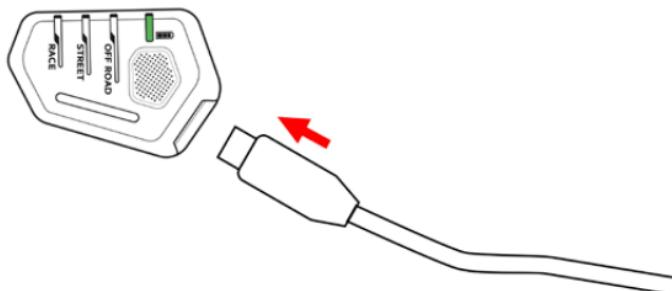

Figure 13 : LED de niveau de batterie (3d) clignotant pendant la recharge du système
Le système est fourni avec un câble de chargement USB de type C (7). Pour charger le système, l'utilisateur doit connecter le câble de charge USB de type C standard (7) fourni avec le système au port de charge USB de type C (3e) présent sur l'écran LED (3). Une fois en charge, l'écran LED (3) affiche différentes couleurs clignotantes dans la LED de niveau de batterie (3d), comme illustré à la figure 13, conformément à la description fournie dans la section 8, « Résumé des indications de l'écran LED (3) ». Chargez complètement le système avant sa première utilisation.